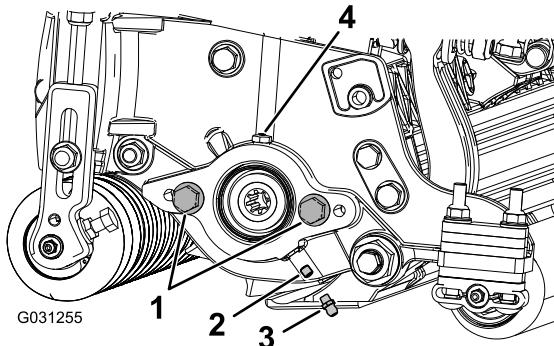

Figura 4
1. Retire e deite fora o parafuso de afinação da placa lateral do motor do cilindro (Figura 4).
- Instale o bocal de lubrificação reto (Figura 4).
- Se não existirem parafusos na placa lateral do motor do cilindro, instale-os (Figura 4).
| 5. Lubrifique a placa lateral até que saia lubrificante pela abertura de lubrificação (Figura 4). |